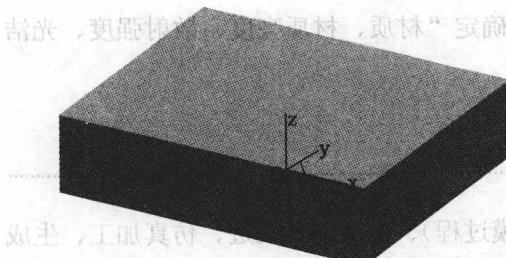

图 1-12
(2) 按 F8 键→单击“拉伸增料”图标 →在【深度】栏中输入“30”（如果此时【拉伸对象】栏中出现“草图未准备好”提示，可拾取刚绘制的矩形或特征树上的“草图 0”）→单击【确定】按钮，结果如图 1-12 所示。
(3) 单击图 1-12 所示长方体上表面→按 F2 键→按 F5 键→单击“矩形”图标 →【中心_长_宽】→在【长度=】栏中输入“100”→在【宽度=】栏中输入“80”→输入矩形中心坐标“0,0”→回车，得到 100×80 的矩形→按 F2 键，特征树上新增“草图 1”→按 F8